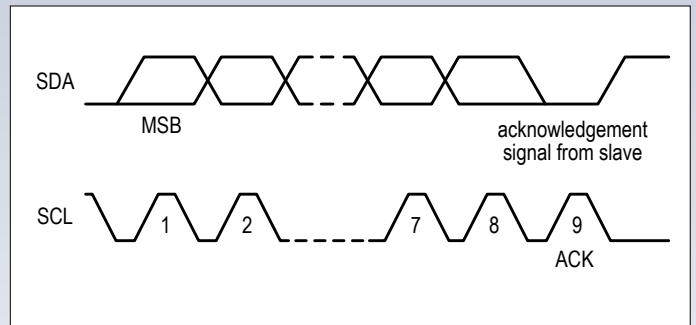

Figure 5. La manière de passer les bits d'adresse.
2. Après quoi, le maître, comme l'indique la **figure 5**, envoie d'abord l'adresse de l'esclave, bit de poids fort en tête (MSB), suivie du bit de lecture/écriture (L/E) (0 = donnée de l'esclave au maître ou 1 = donnée du maître à l'esclave). L'adresse d'esclave compte généralement sept bits (le standard I²C permet aussi des adresses plus longues sur 10 bits, mais c'est rarement utilisé). Le fabricant des blocs périphériques fournit lui-même l'adresse, en partie du moins. La plupart du temps, le fabricant laisse à disposition quelques bits que l'on peut définir soi-même par câblage extérieur de manière à associer sur le bus plusieurs blocs identiques en leur conférant des adresses différentes. Les adresses des composants périphériques sont indiquées dans les fiches techniques, mais on peut les obtenir avec un outil tel que i2cdetect. Au total, l'adresse d'esclave et le bit de L/E font 8 bits, donc un octet.